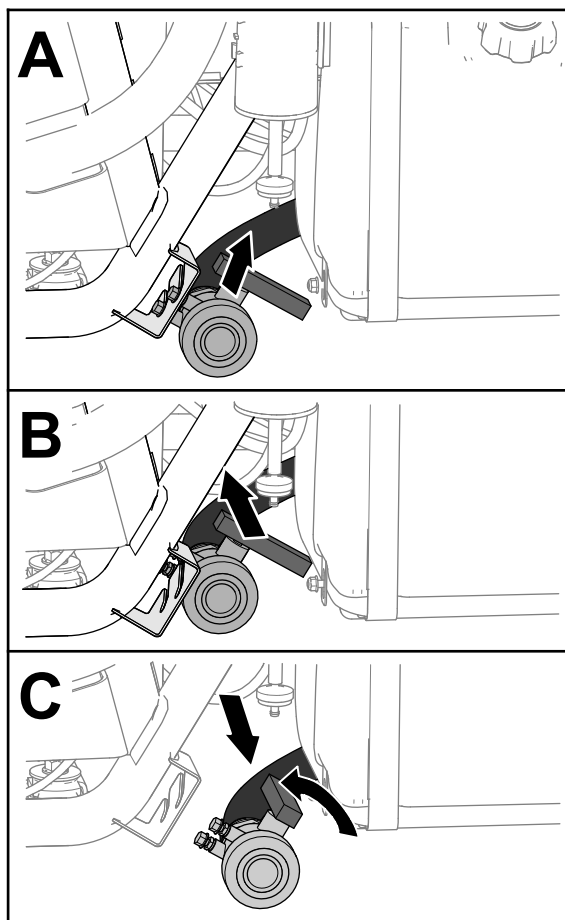

Figura 26
2. Localice la válvula de vaciado del depósito, situada en el lado izquierdo de la máquina, por delante del depósito de combustible (Figura 26).
3. Eleve la válvula y muévala hacia la parte interior, hasta que los espárragos de montaje de la válvula salgan de las ranuras en el soporte de la válvula de drenaje y mueva la válvula hacia atrás (Figura 26).
4. Alinee el extremo de la válvula con el recipiente de vaciado y gire la palanca de la válvula en sentido antihorario a la posición de abierto (Figura 26).
5. Cuando el depósito se haya vaciado por completo, gire la maneta de la válvula de vaciado a la posición de cerrado y monte la válvula en el soporte de la válvula de vaciado (Figura 26).